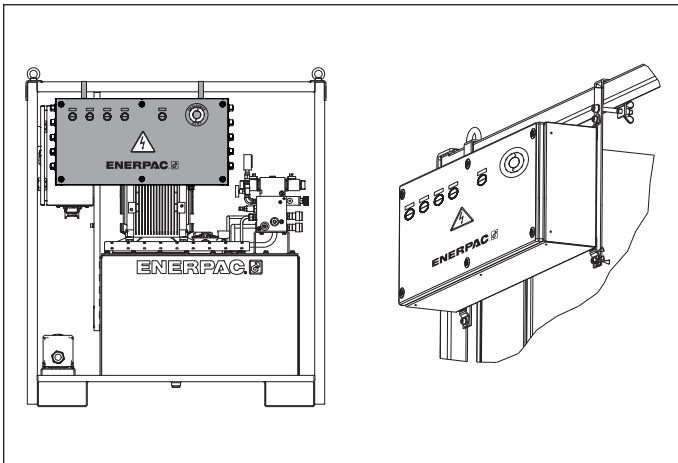

Abbildung 9, Befestigungsdetail für SFPKSS8
2. Bringen Sie SFPKSS4 oder SFPKSS8 wie in Abbildung 9 dargestellt an.